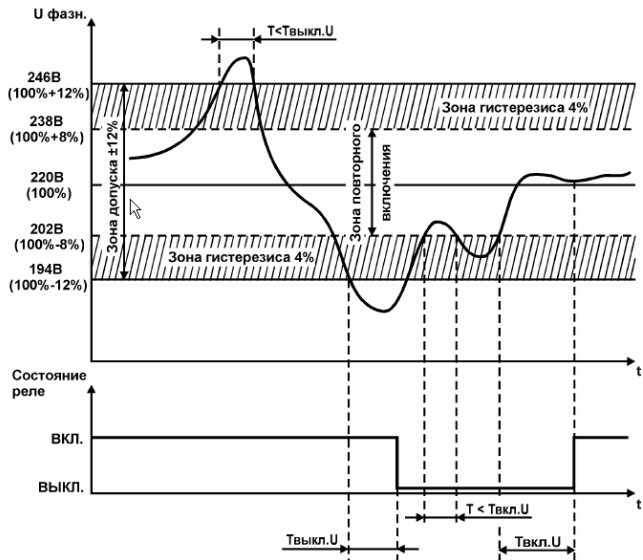

Рис. 3. Работа канала контроля напряжения при установленной зоне допуска в $\pm 12\%$ и гистерезисе 4% от номинального в 220 В
Если в процессе работы текущее значение $U_{\text{ФАЗН}}$ выходит из зоны допуска (рис. 3), то прибор сигнализирует об этом погасанием светодиода «**U!**» и начинает отсчет времени задержки **выключения** выходного реле $T_{\text{выкл.У}}$, величина которого (2,5; 5 или 7,5 с) задается при программировании МНС1. В случае возврата напряжения в зону допуска до истечения времени $T_{\text{выкл.У}}$ реле останется во включенном состоянии, а светодиод снова начнет мигать каждые 2,5 с. В противном случае светодиод «**U!**» включается в момент выключения реле, по истечении времени срабатывания защиты.
4.2.3 При необходимости изменения значения времени задержки включения реле после перегрузки по напряжению $T_{\text{вкл. U}}$ (см. рис. 3) установите на коммутаторе XP1 переключки в положение «2» и «3».
4.2.4 При необходимости изменения времени задержки срабатывания защиты по напряжению $T_{\text{выкл. U}}$ (см. рис. 3) установите на коммутаторе XP1 переключку в положение «1».